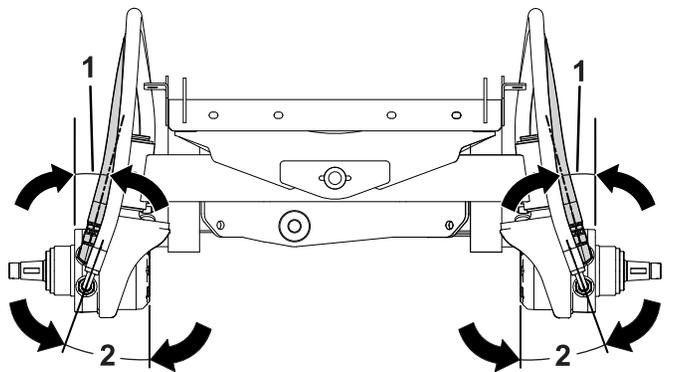

Figura 5
4. Ajuste el acoplamiento de codo de 90° en un ángulo de 15°, tal y como se muestra en la Figura 5.
8. Ajuste el codo de la manguera de 90° en un ángulo de 20°, tal y como se muestra en la Figura 5.
Nota: Asegúrese de mantener los ángulos tal y como se muestra en la Figura 5.